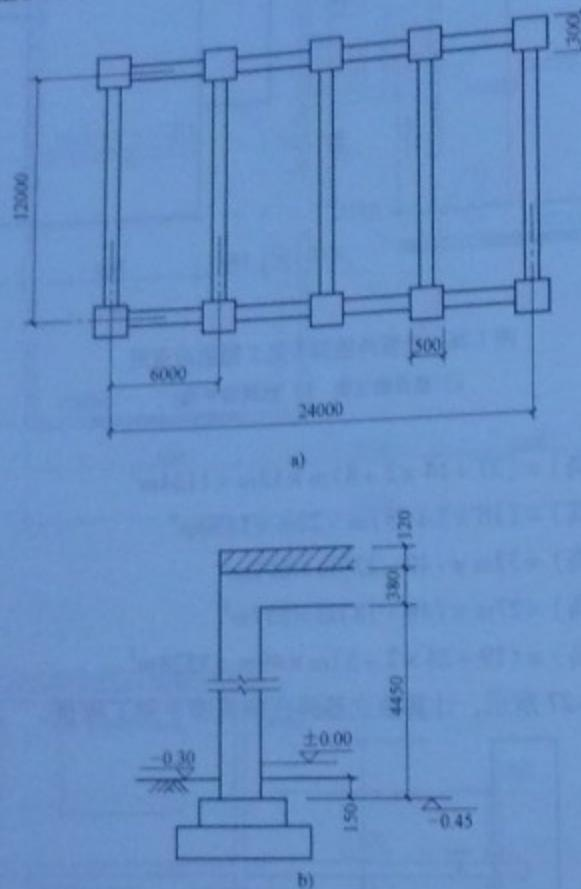

图 1-28 底层框架图
**【例 1-28】** 图 1-28 所示为现浇混凝土框架结构, 采用钢管脚手架, 计算现浇混凝土框架脚手架工程量。